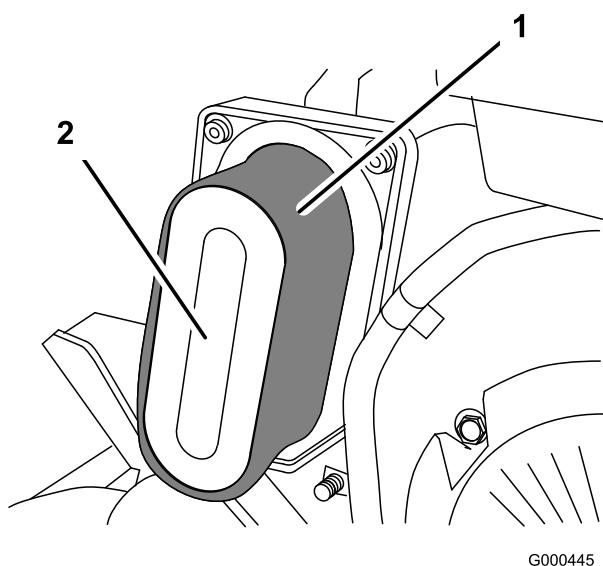

Figura 22
- Se l'elemento in schiuma sintetica è sporco, toglietelo dall'elemento di carta (Figura 22), e pulitelo accuratamente.